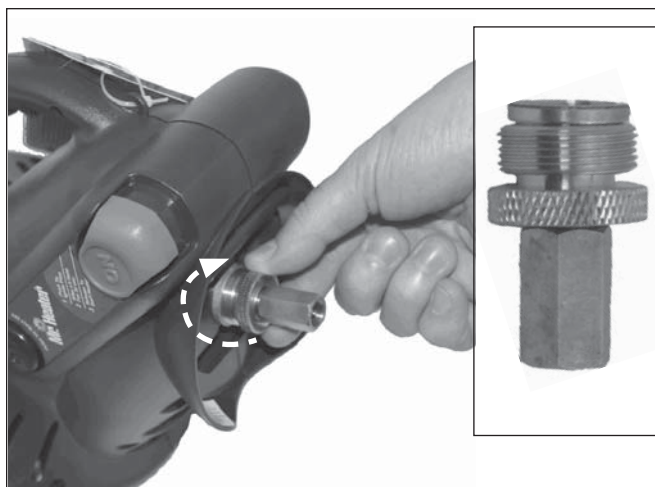
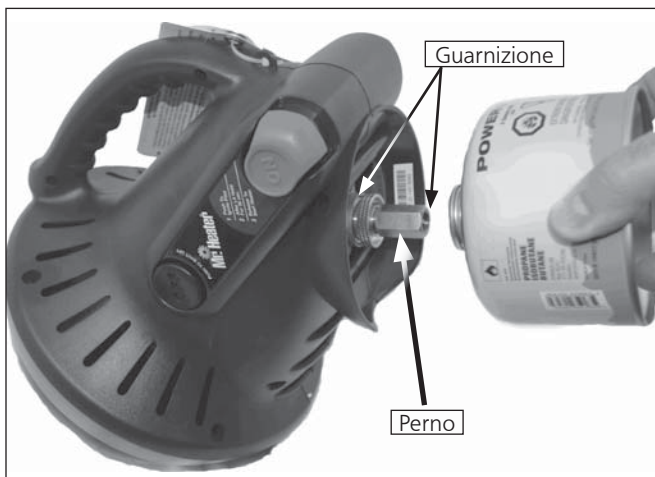

Figura 1
Figura 2
- Verificare che le guarnizioni (tra l'apparecchiatura e il contenitore del gas) siano in posizione e in buone condizioni prima di collegare al contenitore del gas. Non utilizzare un'apparecchiatura con guarnizioni danneggiate o usurate. Non utilizzare un'apparecchiatura che presenta perdite, danni o che non funziona correttamente. Vedere Figura 2
- Per utilizzare con miscela butano/propano (G30+G31): Avvitare l'adattatore di ottone in senso orario sul regolatore della stufa portatile (dal fondo) fino a che non sia ben serrato. Vedere Figura 1. Non utilizzare sigillanti per filettature su questo collegamento. Avvitare la cartuccia con miscela butano/propano (G30+G31) sull'adattatore (in senso orario), una volta che il perno dell'adattatore inizia a girare la cartuccia è collegata, quindi posizionare la cartuccia nel supporto. Vedere Figura 2.
- Premere il pulsante "ON" per 30 secondi per accendere la fiamma pilota (ripetere fino a che la fiamma pilota si accende) e continuare a tenere premuto per 30-60 secondi. Vedere Figura 2